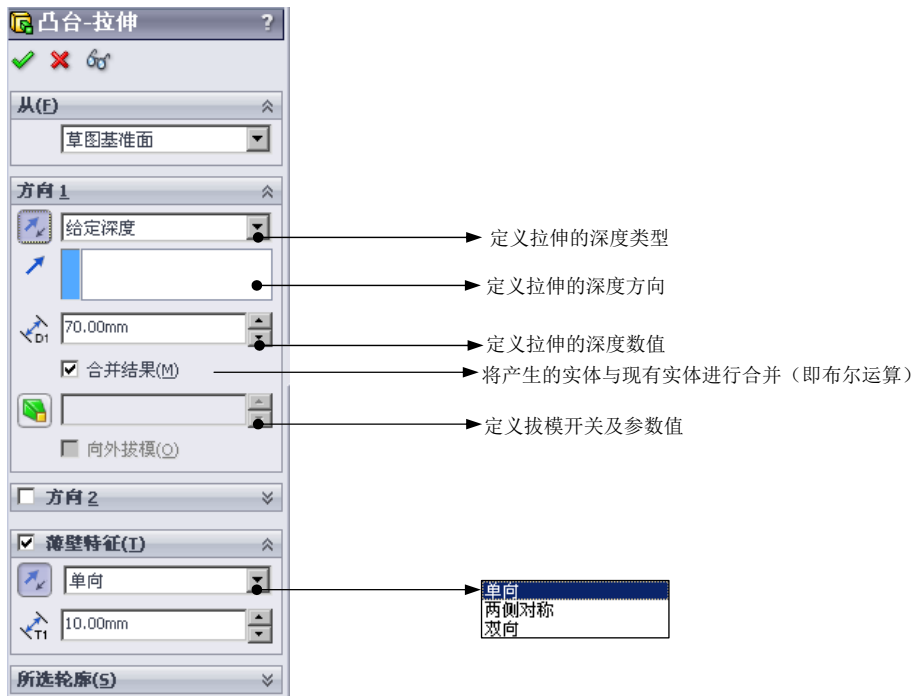

图 3.1.25 “凸台-拉伸”对话框
Step4. 定义薄壁属性。在“凸台-拉伸”对话框 ☒ **薄壁特征(T)** 区域的下拉列表中选择 **单向** 选项, 并单击  按钮; 在 ☒ **薄壁特征(T)** 区域的  文本框中输入深度值 10.0, 如图 3.1.25 所示。
说明: 如图 3.1.25 所示, 打开“凸台-拉伸”对话框中 ☒ **薄壁特征(T)** 区域的下拉列表, 列表中各薄壁深度类型选项说明如下。